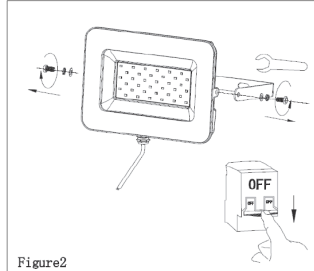

Figure2
2. Fjern de skruer, der holder monteringsbeslaget, og fjern beslaget (fig. 2).